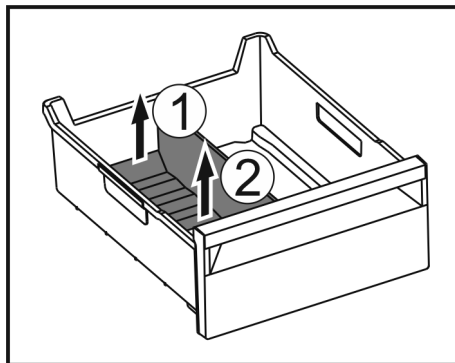

Fig. 234
- ▶ Приподнимите заднюю часть разделителя отделения для льда. Fig. 234 (1)
- ▶ Извлеките разделитель отделения для льда движением вверх. Fig. 234 (2)